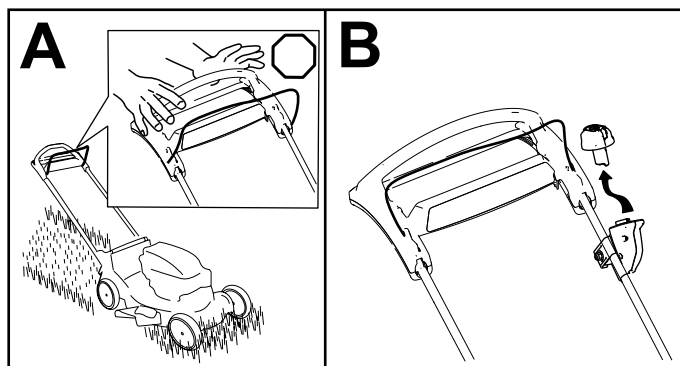

Figura 15
1. Eliberați bara de comandă pentru lamă (A din Figura 15).
2. Îndepărtați butonul de pornire electrică de la comutatorul demarorului (B din Figura 15).